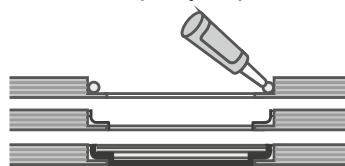

Рисунок 18
- 11.7 Вклейте в вырезанное отверстие раму люка с помощью полиуретанового клея (см. Рисунок 18).